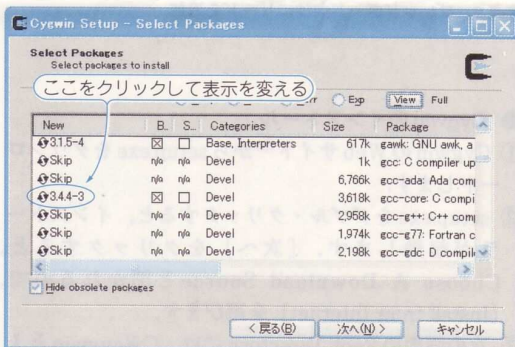

図11 Cygwinのインストールその4
- ⑨ パッケージがアルファベット順で並んでいるので、必要なパッケージを選びます。パッケージの名前がある行の左端、Skipの部分をクリックすると、バージョン番号が変わります(図11)。表示がSkipでなくなっているパッケージがインストールされます。